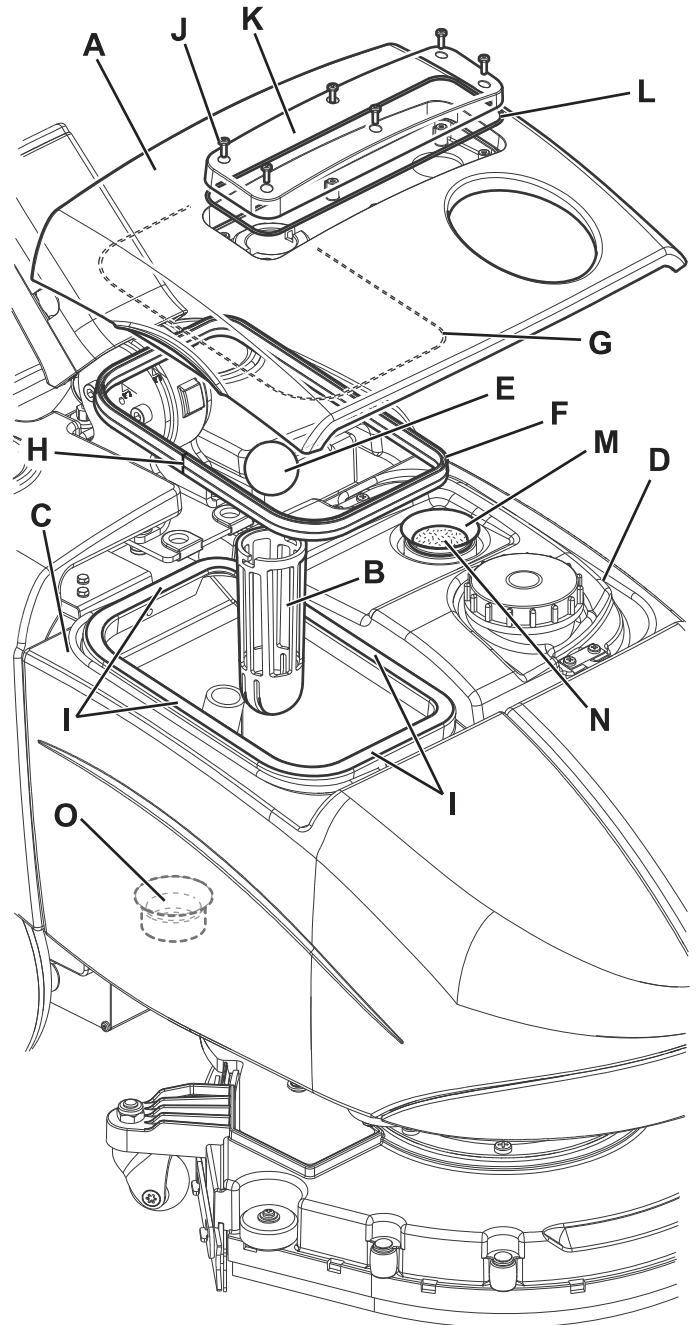

Abbildung 6
2. Wählschalter (32) auf 0 stellen und Batterie trennen.
3. Deckel (A, Abb. 6) anheben und Deckel sowie Ansauggitter (B) mit Frischwasser reinigen und spülen. Das Wasser aus den Tanks (C und D) entleeren und Tanks reinigen.
4. Sofern erforderlich, Gitter (B) durch Drehen aushaken und Schwimmer (E) entnehmen. Sorgfältig reinigen und wieder einbauen.
5. Überprüfen, ob die Dichtung (F) des Schmutzwassertankdeckels unversehrt ist.
3. Abdeckung (A, Abb. 6) öffnen und überprüfen, ob die Dichtung (M) des Ansauganlagenmotors unversehrt ist. Falls erforderlich, Dichtung aus ihrem Sitz herausnehmen und auswechseln.
4. Überprüfen, ob der Vorfilter (N) sauber ist. Falls erforderlich, Vorfilter mit Wasser und Druckluft reinigen und wieder einbauen.
5. Schmutzwassertank (B) anheben und überprüfen, ob die Dichtung (O) unversehrt ist. Falls erforderlich, Dichtung aus ihrem Sitz herausnehmen und auswechseln.